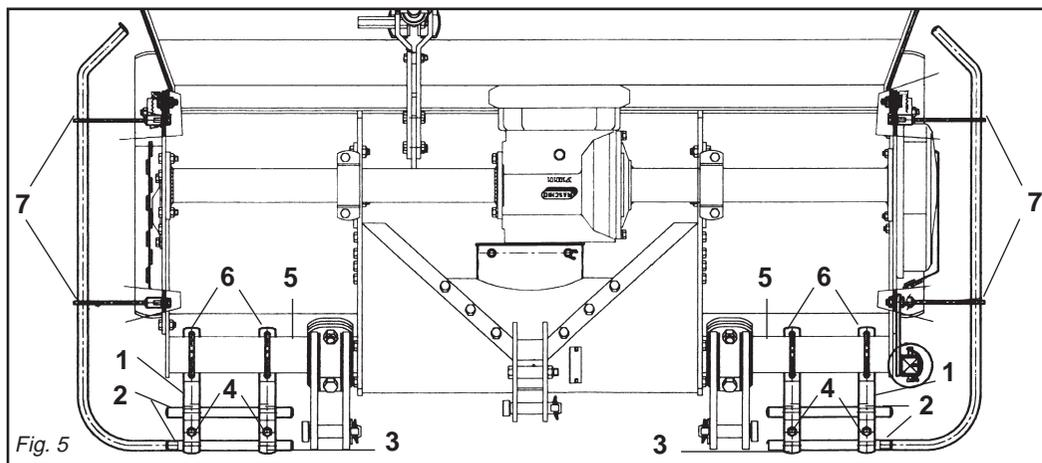

Fig. 5
- Il gruppo delle protezioni, composto dall'attacco (1 Fig. 5) che fa da fermo per i tubi (2 Fig. 5) bloccati dalla staffa (3 Fig. 5) e dalle viti (4 Fig. 5), è fissato al tubo quadro anteriore (5 Fig. 5) me-
- *The protection unit, consisting of the coupling (1 Fig. 5) that acts as a clamp for the pipes (2 Fig. 5) locked by the bracket (3 Fig. 5) and by the screws (4 Fig. 5), is fixed to the square front pipe (5 Fig. 5) by the U-bolts (6 Fig. 5) and should be positioned as far outwards*
- Die Gruppe der Schutzvorrichtungen, die sich aus dem Anschluß (1 Abb. 5), der zur Arretierung für die Rohre (2 Abb. 5) dient, die durch den Bügel (3
- *Le groupe des protections, comprenant l'attelage (1 Fig. 5) qui sert de butée pour les tubes (2 Fig. 5) bloqués par la bride (3 Fig. 5) et par les vis (4 Fig. 5), est fixé au tube carré avant (5 Fig. 5) par des crampons (6 Fig. 5). Position-*
- El grupo de las protecciones, compuesto por la conexión (1 Fig. 5) que funciona como bloqueo de los tubos (2 Fig. 5) bloqueados a su vez por el
dianete i cavallotti (6 Fig. 5), e va posizionato uno a destra e uno a sinistra il più esternamente possibili.
- Lateralmente, su entrambe le fiancate, vanno fissate tramite le viti delle protezioni sagomate (7 Fig. 5).
- The shaped protections should be fixed laterally with screws to both the sides (7 Fig. 5).
Abb. 5) blockiert werden, und den Schrauben (4 Abb. 5) zusammensetzt, wird am vorderen Vierkantröhr (5 Abb. 5) mit den U-Bolzen (6 Abb. 5) befestigt. Eine davon ist rechts und eine links, so weit wie möglich außen anzubringen.
- Seitlich auf den beiden Seitenteilen sind die geformten Schutzteile (7 Abb. 5) mit Schrauben zu befestigen.
- Les protections galbées doivent être fixées latéralement, des deux côtés avec les vis des protections (7 Fig. 5).
soporte (3 Fig. 5) y por los tornillos (4 Fig. 5), está fijado en el tubo cuadrado anterior (5 Fig. 5) mediante los pernos de U (6 Fig. 5) y debe ser emplazado uno a la derecha y uno a la izquierda lo más externamente posible.
- Lateralmente, sobre ambos lados, debemos fijar mediante los tornillos las protecciones molduradas (7 Fig. 5).